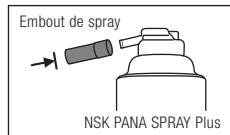

Fig. 23
- ① Fixez l'embout de spray inclus dans l'embout du PANA SPRAY Plus (Fig. 23).